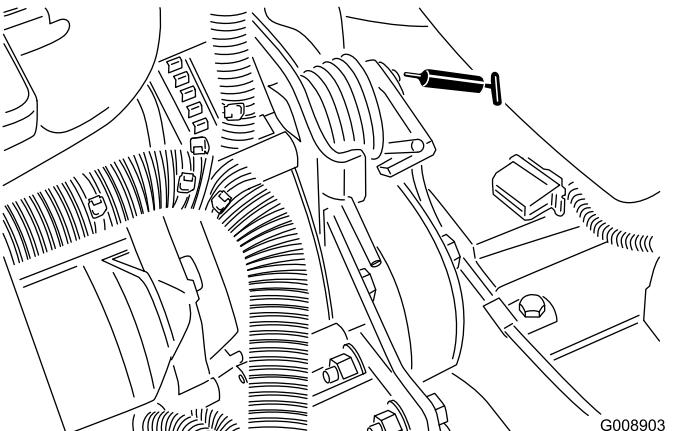

Figura 48
- Articulação da tensão da correia (Figura 48)